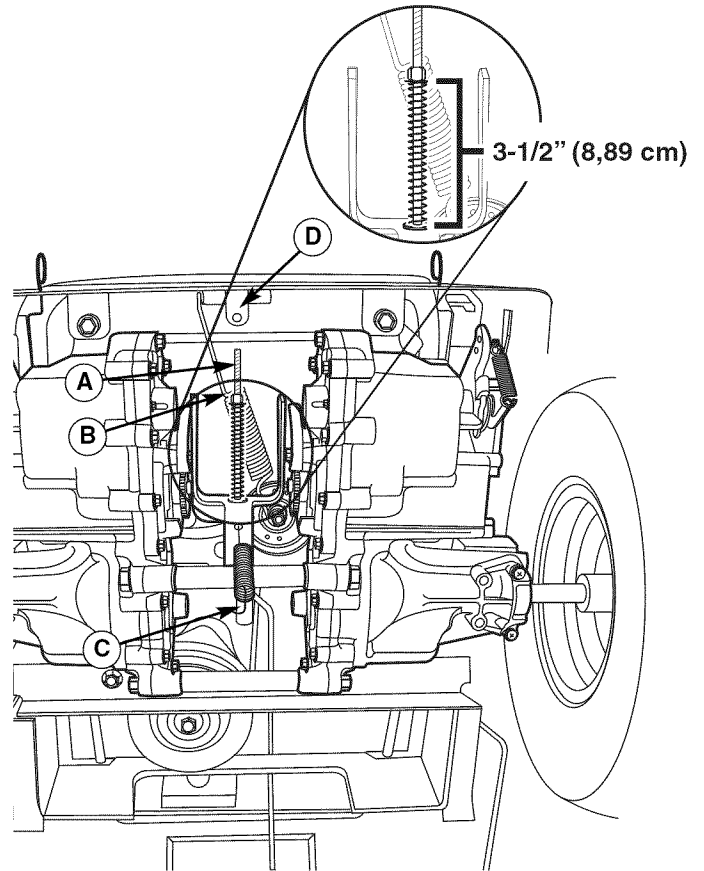

Figura 36. Ajuste del freno
4. Ubique la varilla del freno (A, Figura 36) y la tuerca de ajuste (B).
5. Mida el resorte del freno de mano. Su largo comprimido, con la palanca del freno de mano en la posición ENGAGE (ENGRANAR), debe ser de 8.89 cm (3-1/2"). Ajuste el largo del resorte girando la tuerca de ajuste (B), si fuera necesario.